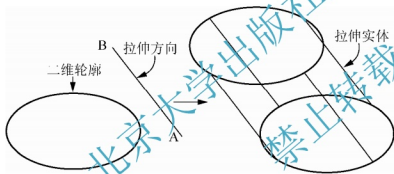

图 11-16 按指定方向拉伸实体
(3) **【方向(D)】**: 通过指定的两点指定拉伸的长度和方向。如图 11-16 为将二维轮廓线“圆”按指定起点 A、终点 B 为拉伸方向, 所形成的实体图形, 该实体长度和方向与指定的 AB 线相同。